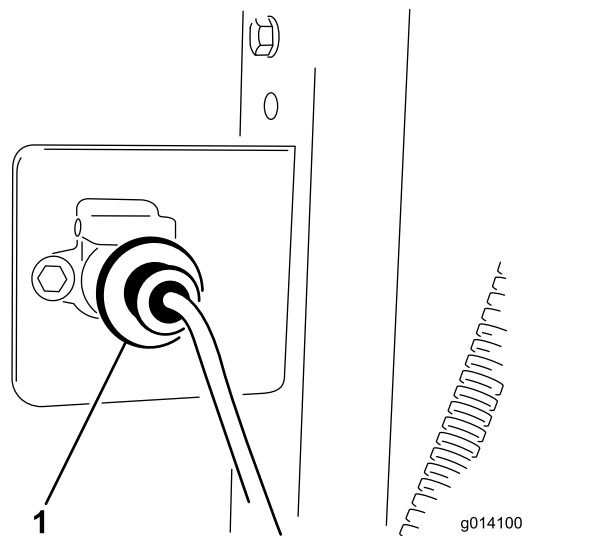

Figura 10
- Prenda tomada da cablagem ao suporte com dois parafusos ¼ x 1 pol. e porcas (Figura 10).
- Ligue a cablagem da unidade base à cablagem do veículo de reboque (Figura 10). O conector está localizado entre o tubo hidráulico ligado ao veículo de reboque.